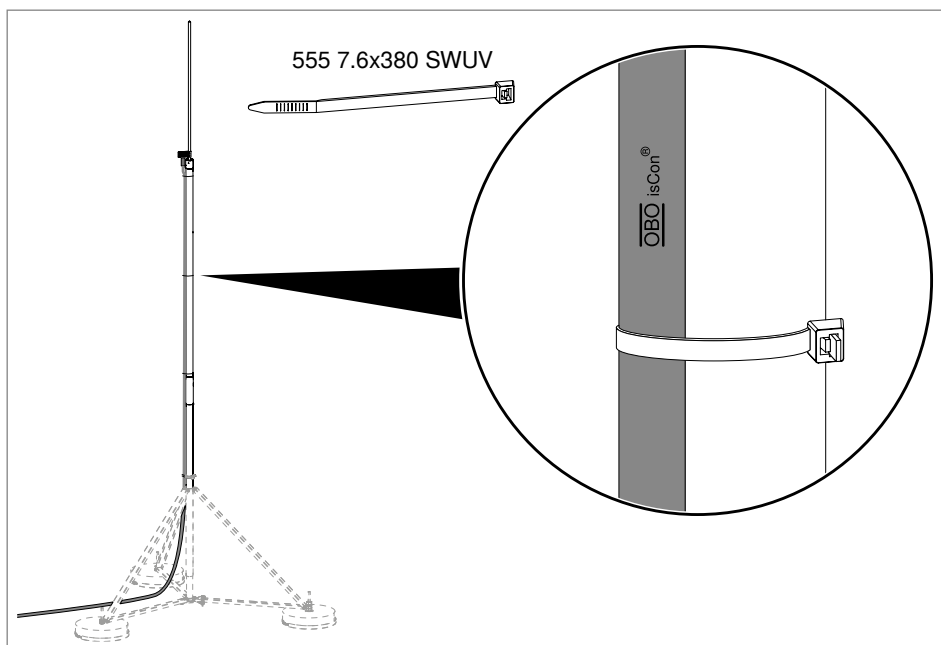

**Abb. 37:** Mehrere isCon®-Ableitungen am Mast befestigen
1. Für 2 Ableitungen die Anschlussplatte für 2 Ableitungen (Typ isCon AP2-16 VA) verwenden. Für den Anschluss von 4 Ableitungen, 2 Anschlussplatten übereinander montieren (siehe Abb. 37).
3. Die Ableitungen möglichst gegenüberliegend am Fangmast abwärts führen (siehe Abb. 37).